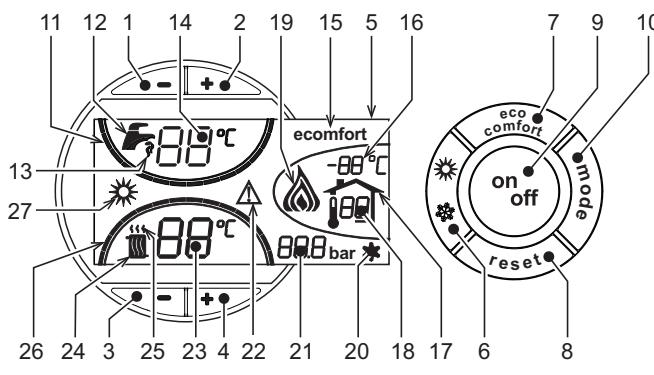
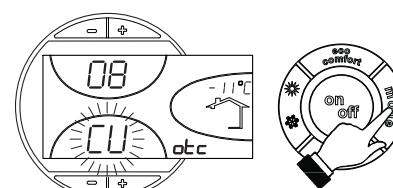
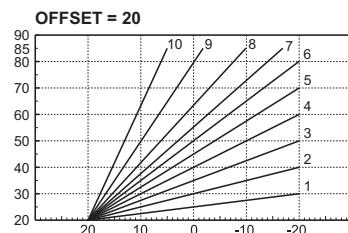

fig. 1 - Controlepaneel
fig. 11 - Kromming stooklijn
fig. 14 - Voorbeeld van parallele verplaatsing van de compensatiecurven
Het verzoek om verwarming (door de Omgevingstermostaat of de Timerafstandsbediening) wordt aangegeven met knippen van de warme lucht boven de radiator (detail 24 en 25 - fig. 1).
fig. 1 De streepjes die de verwarmingsgraad aangeven (detail 26 -) gaan branden naarmate de temperatuur van de verwarmingssensor de ingestelde waarde dichter benadert.
Het verzoek om sanitair water (naar aanleiding van gebruik van warm sanitair water) wordt aangegeven met knippen van het warm water onder de kraan (detail 12 en 13 - fig. 1). Controleer of de functie Comfort geactiveerd is (detail 15 - fig. 1)
De streepjes die de temperatuur van het sanitair water aangeven (detail 11 - fig. 1) gaan branden naarmate de temperatuur van de sensor van het sanitair water de ingestelde waarde dichter benadert.
Wanneer verwarming van de boiler actief is (standaard ingesteld) wordt op het display het symbool COMFORT (detail 15 - fig. 1) geactiveerd; wanneer ze is uitgeschakeld is op het display het symbool ECO (detail 15 - fig. 1) geactiveerd
De gebruiker kan de boiler uitschakelen (modus ECO) door te drukken op de toets eco/comfort (detail 7 - fig. 1). Druk nogmaals op de toets eco/comfort (detail 7 - fig. 1) om de modus COMFORT te activeren.
Druk 1 seconde op de toets **on/off** (detail 9 - fig. 1) .
Druk nogmaals 1 seconde op de toets **on/off** (detail 9 - fig. 1) om de ketel weer aan te zetten.
Druk 1 seconde op de toets **zomer/winter** (detail 6 - fig. 1).
Op het display wordt het symbool Zomer (detail 27 - fig. 1) actief: de verwarmingsketel levert uitsluitend warm water. Het antivriesysteem blijft actief.
Druk weer 1 seconde op de toets **zomer/winter** (detail 6 - fig. 1) om de modus Zomer te deactiveren.
Bedien de **verwarmingstoetsen** (detail 3 en 4 - fig. 1) om de temperatuur te variëren van minimaal 30 °C tot maximaal 80 °C.
-/+ Bedien de toetsen voor sanitair water fig. 1 (detail 1 en 2 -) om de temperatuur te variëren van minimaal 10°C tot maximaal 65°C.
Wanneer de externe temperatuursonde (optioneel) wordt geïnstalleerd, wordt op het display van het bedieningspaneel (detail 5 - fig. 1) de werkelijke, door de sonde gemeten buitentemperatuur weergegeven. Het regelsysteem van de verwarmingsketel werkt met "Weersafhankelijke Temperatuur". In deze modus wordt de temperatuur van de verwarmingsinstallatie gereguleerd overeenkomstig de externe weersomstandigheden, zodat gedurende het hele jaar verhoogd comfort en energiebesparing wordt gegarandeerd. Namelijk bij toename van de buitentemperatuur wordt de uitgangstemperatuur van de installatie volgens een vastgestelde "compensatiecurve" verlaagd.
Bij regeling met Weersafhankelijke temperatuur wordt de temperatuur die ingesteld is met de verwarmingstoetsen -/+ (detail 3 en 4 - fig. 1) de maximum uitgangstemperatuur van de installatie. Aanbevolen wordt om de maximumwaarde in te stellen, zodat het systeem bij het regelen gebruik kan maken van het gehele functioneringsbereik.
Door eenmaal op de toets **mode** (detail 10 - fig. 1) te drukken wordt de huidige compensatiecurve (fig. 11) afgebeeld en kan ze gewijzigd worden met de **toetsen sanitair water** (detail 1 en 2 - fig. 1).
Door te drukken op de verwarmingstoetsen (detail 3 en 4 - fig. 1) wordt toegang verkregen tot parallelle verplaatsing van de curven (fig. 14), die gewijzigd kan worden met de **toetsen sanitair water** (detail 1 en 2 - fig. 1).